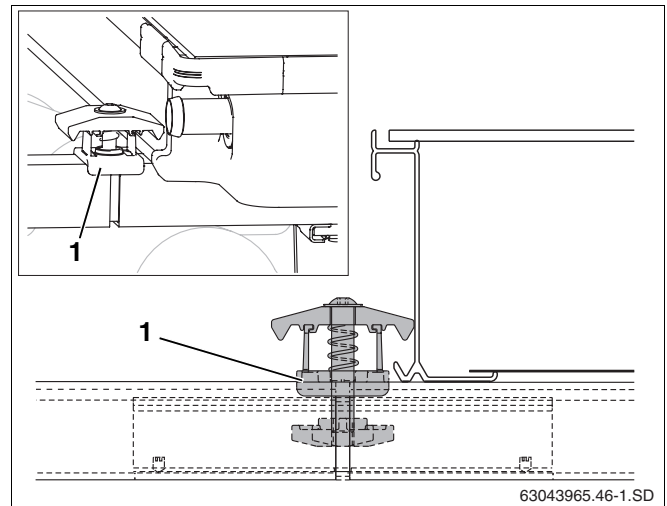

Abb. 45 Doppelseitigen Kollektorspanner montieren
- Doppelseitigen Kollektorspanner mit der Mutter vorn so in die Öffnung der Profilschiene und Steckverbinder legen, dass der Kunststoff-Distanzbock (Abb. 45, **Pos. 1**) die Profilschiene umgreift.